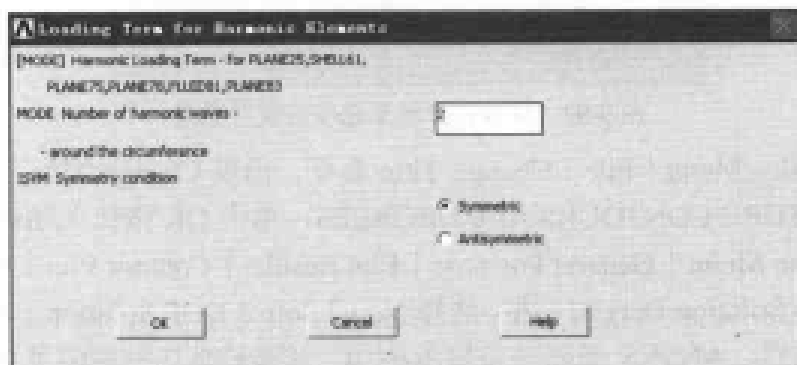

图 9-90 谐单元载荷选项设置对话框
(5) 选择 Main Menu | Solution | Load Step Opts | Other | For Harmonic Ele 命令, 出现 Loading Term for Harmonic Elements 对话框, 参照图 9-90 对其进行设置, 单击 OK 按钮关闭该对话框。